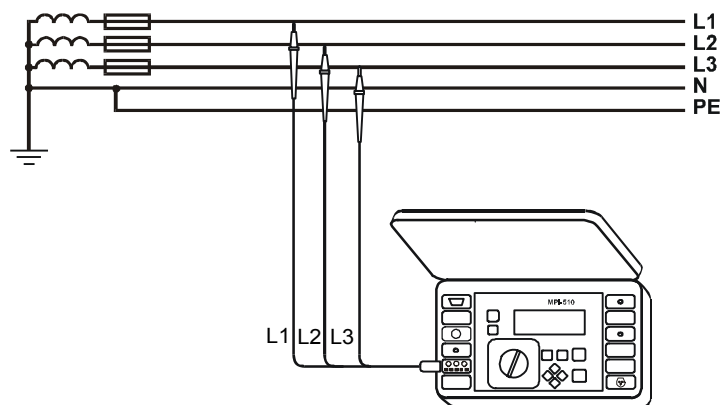

Рис.43. Проверка последовательности фаз
- Подключить провода для измерения соответственно Рис.43.